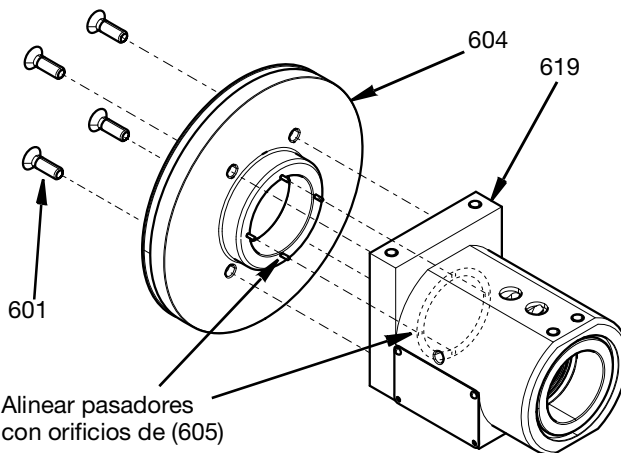

FIG. 23
3. Conecte el alojamiento del cojinete (604) al alojamiento de la pieza giratoria (619) con cuatro tornillos M5 (601). Apriete a un par de 3,3 N•m (29,2 lb-pulg.). Fíjese en que las cuatro clavijas del alojamiento del cojinete estén alineadas y encaje los cuatro orificios del adaptador del distribuidor de anillos de aire (605). Consulte la FIG. 23.